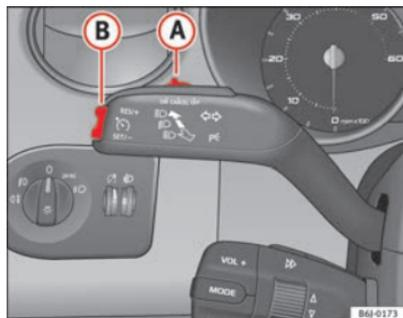

Fig. 107 Alavanca das luzes indicadoras de mudança de direcção e dos máximos: comando e botão basculante para o regulador de velocidade
- Empurrar o cursor ⇒ fig. 107 **A** para esquerda para **ON**.